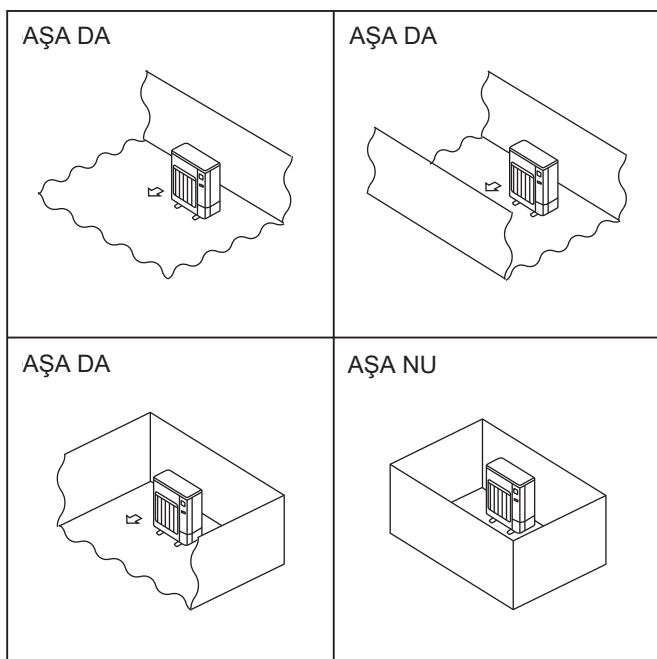

Fig. 2-2
- ⊙ Instalați unitățile exterioare într-o zonă unde cel puțin una dintre cele patru părți laterale este deschisă și într-un spațiu suficient de mare, fără denivelări. (Fig. 2-2)